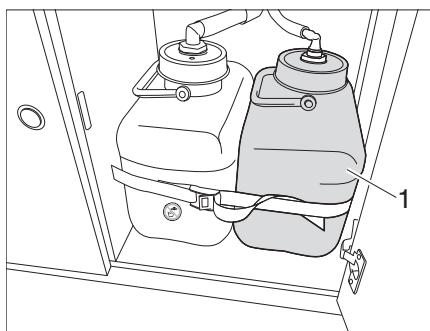
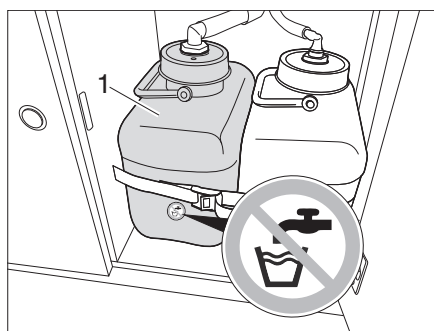
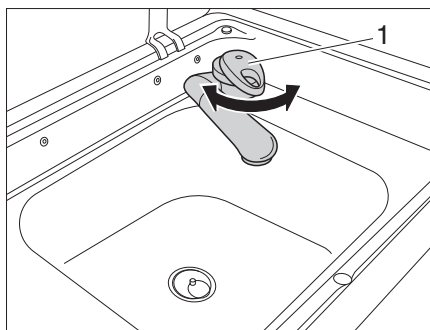

Figura 45 Bidón de agua
Figura 46 Bidón de aguas residuales
Figura 47 Fregadero con grifo de agua
El vehículo está dotado de un bidón de agua incorporado. Una bomba de agua eléctrica bombea el agua al grifo de agua (Figura 47, 1). Abriendo el grifo de agua, la bomba de agua se conecta automáticamente y bombea agua al punto de toma.
El bidón de agua (Figura 45, 1) tiene capacidad para unos 10l.
El bidón de aguas residuales (Figura 46,1) se encuentra en el bloque de cocina.
- Girar el grifo de agua (Figura 47,1). El agua se bombea desde el bidón de agua (Figura 45,1) hacia arriba. El bidón de aguas residuales (Figura 46,1) recoge el agua sucia.
- Girar de vuelta el grifo de agua (Figura 47,1). La bomba en el bidón de agua se detiene.